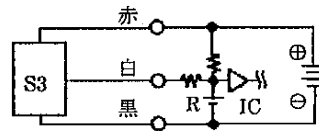

図4 容量性負荷に電流制限抵抗Rを入れた例。この時の抵抗R(Ω)は次式以上を使用してください。
- 容量性負荷(コンデンサ)を接続使用するには、スイッチON時に突入電流が発生しますので図4に示す保護回路を必ず設けてください。